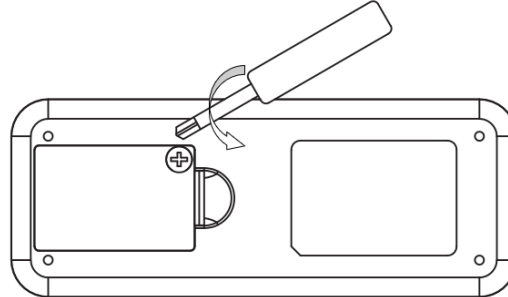

Fig. 8a
2. 리모컨 뒷면의 나사를 풀어 배터리칸 커버를 분리합니다. (Fig. 8a).